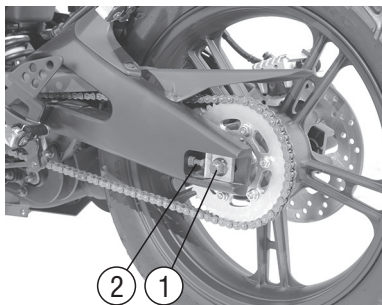

Рис. 15. Регулировка натяжения цепи
1. ослабьте гайку оси колеса (рис. 15, поз. 1)
2. равномерно вращая гайки растяжек (рис. 15, поз. 2) на обеих сторонах маятниковой вилки, отрегулируйте необходимое натяжение цепи.